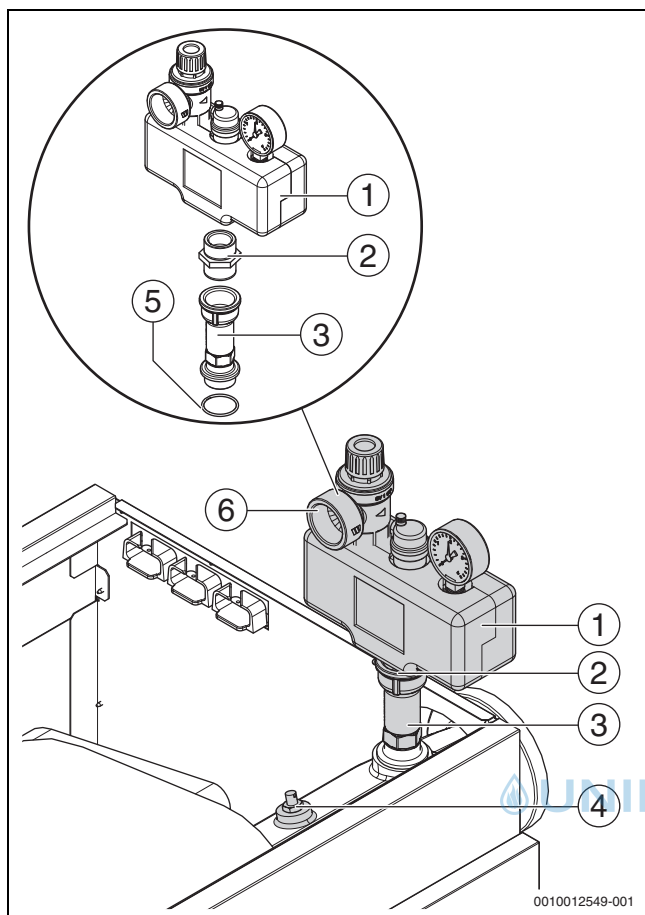

Bild 17 Sicherheits-Set 3 bar (Dargestellt: Kesselaufbau rechts)
- Sicherheitsventil am Gewindeanschluss des Kesselvorlaufs mit geeignetem Dichtmittel beziehungsweise den mitgelieferten Dichtungen eindichten (→ Bild 17).